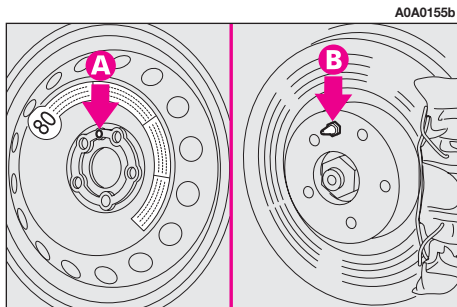

fig. 7
– Montare il ruotino facendo coincidere il foro (**A-fig. 7**) con il relativo perno di centraggio (**B**).
– Montare la ruota di uso normale facendo coincidere il foro (**A-fig. 7**) con il relativo perno di centraggio (**B**).